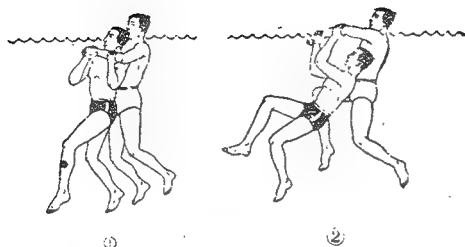

图 16
被溺者从后方抱住时，先用右手握其左手腕，左手握其左肘（图16①），然后右手下拉，左手上推，将头从溺者腋下脱出（图16②）。然后采用上述方法救护上岸。